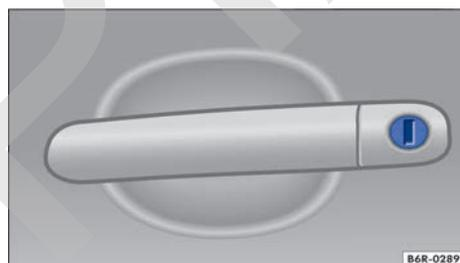

Fig. 55 Manilla de la puerta del conductor con botón de cierre.
- Introducir la varilla de la llave en el botón de cierre y destrabar o trabar el vehículo → fig. 55.